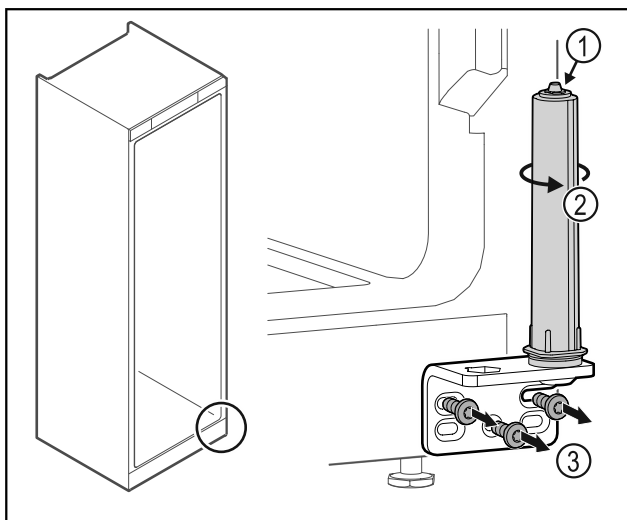

Fig. 50
- ▶ Systemu blokującego drzwi Fig. 50 (1) nie należy demonstrować.
- ▶ System blokujący Fig. 50 (2) obrócić do momentu, aż kliknie.
- ▶ Odkręcić zawias Fig. 50 (3).